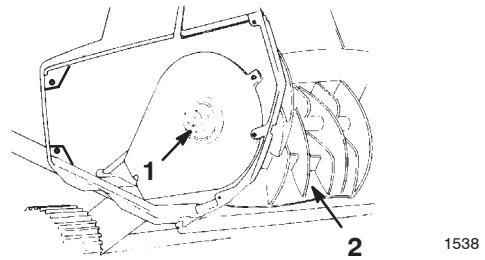

Bild 12
2. Drehen Sie die Rotorblätterwelle mit einem 5/16-Zoll Inbusschlüssel im Uhrzeigersinn (Linksgewinde). Halten Sie dabei die Rotorblätter fest (Bild 12).